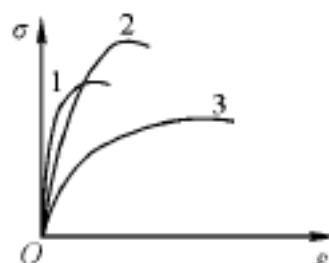

图 2.6
8. 三根不同材料的拉伸试件, 所得的 $\sigma - \epsilon$ 曲线如图 2.6 所示。强度高的是杆(), 刚度大的是杆(), 塑性好的是()。